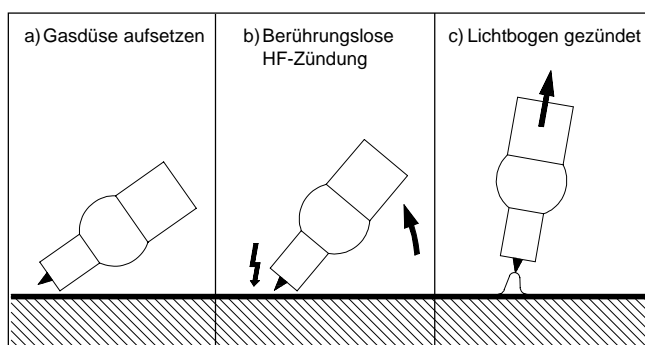

Abb. 8: Zünden mit Zündhilfe.
- Bei abgeschaltetem Schweißstrom Elektrode an Zündstelle aufsetzen, Brenner zurückneigen bis Gasdüse mit Rand auf Werkstück aufliegt und zwischen Elektrodenspitze und Werkstück 2 bis 3 mm Abstand bestehen (Abb. 8 a).
- Lichtbogen zündet ohne Werkstückberührung (Abb. 8 b).
- Brenner in Normallage bringen (Abb. 8 c).